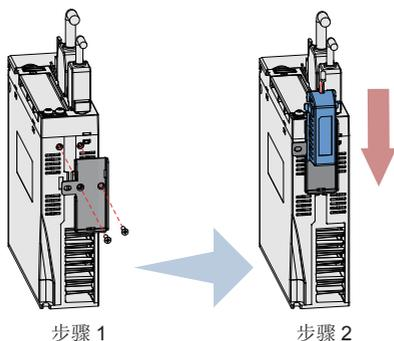

图 3-9 绝对值编码器电池盒安装示例图（sizeA 机型，仰视图）
- a) sizeA 机型请选用两个平头螺钉固定（图 3-9）